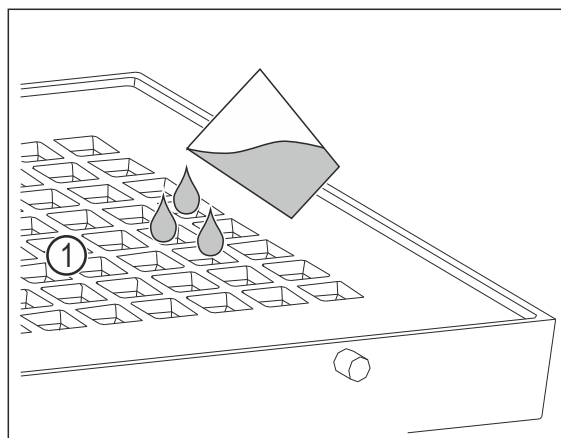

Fig. 109
- Ne pas verser plus de 400 ml d'eau dans les trous Fig. 109 (1) du couvercle.